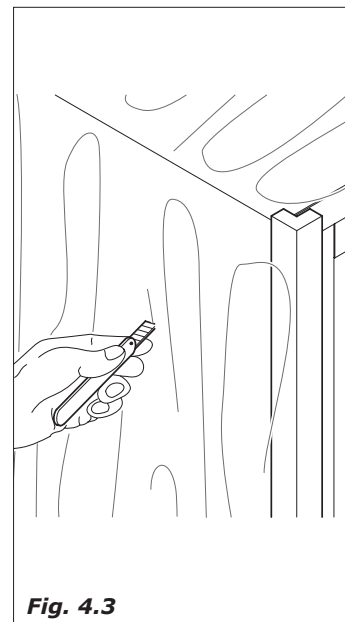

Fig. 4.3
- Tirar a embalagem do distribuidor, cortando o filme protetivo que o enrola, ao longo de um dos cantos de proteção (Fig.4.3).